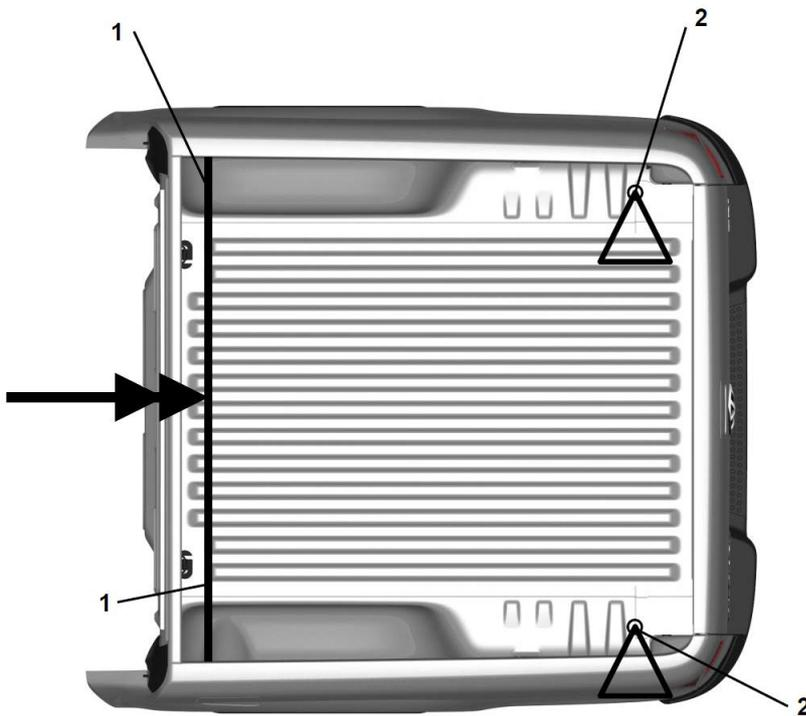

Fig. 4.3.3: Rigidità statica del cassone tra punti di avvitemento anteriori (1) e posteriori (2) della scocca grezza, $CT = 1.400 \text{ Nm/}^\circ$
- In caso di sostituzione del cassone con altre sovrastrutture si deve osservare una rigidità torsionale statica massima della sovrastruttura di $C_T = 1400 \text{ Nm/}^\circ$ (cfr. fig. 4.3.3).